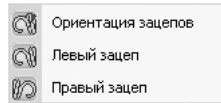

Рис. 4.99. Всплывающее меню после активизации кнопки  – **Параметры зацепов** в диалоговом окне **Построение пружины**
– **Параметры зацепов** вызывает всплывающее меню, см. рис. 4.99;